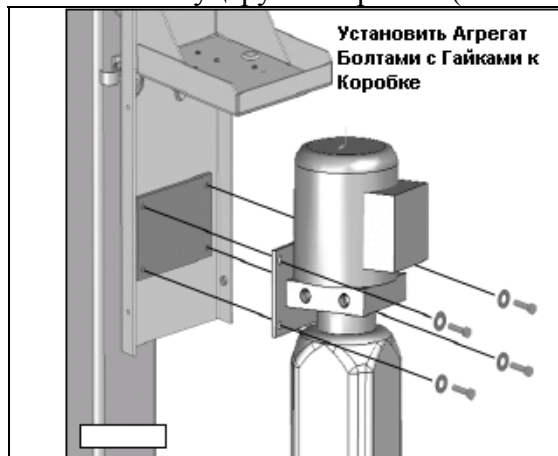

Рис.18.2
2. Установить Агрегат при помощи четырех болтов с гайками к коробке крепления. Заполнить резервуар Агрегата Гидравлической жидкостью 10W или DEXRON TYPE III ATF примерно 16 литров (4 Галлона) (см. Рис.18.2)